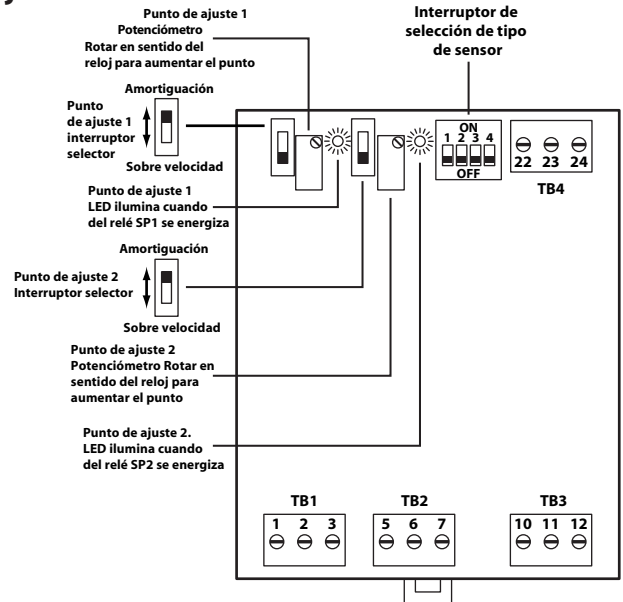

Figura 7: Diagrama de alambrado del DMS
- 2- Coloque el selector de tipo de sensor de acuerdo con el sensor a usar. Ver la figura 7
- 3- Determine si el relé debe desenergizarse cuando la velocidad del eje cae por debajo del punto de ajuste (estatus de amortiguación) o cuando la velocidad del eje sube por encima de punto de ajuste (estatus de sobre velocidad). Use el interruptor (o interruptores) selector de velocidad "por debajo/por encima" (over/under) para poner el DMS en el estatus deseado. Ver figura 7